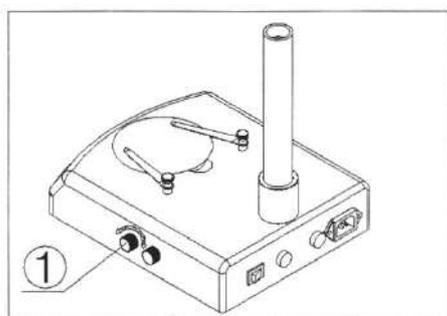

Рисунок 10
1. Вращайте ручку регулятора (1) по часовой стрелке, чтобы увеличить яркость освещения; вращайте против часовой стрелки, чтобы снизить яркость освещения (см. рисунок 10).